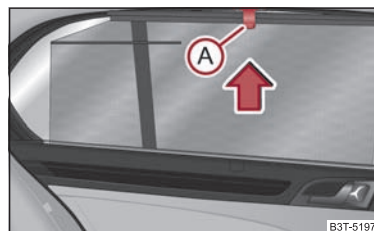

Fig. 62 Puerta trasera: Cortinilla antisolar enrollable
- Extraer la cortinilla antisolar enrollable por el tirador (A) ⇒ fig. 62 y colgarla en el soporte del borde superior de la puerta.